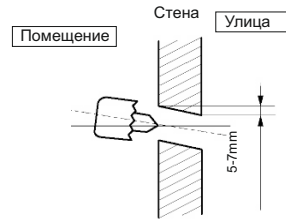

Рис.3
3. Просверлите отверстие для трубопровода с правой или левой стороны под небольшим наклоном вниз, так чтобы выход отверстия с наружной стороны был расположен ниже входа отверстия в помещении, как показано на Рис. 3.